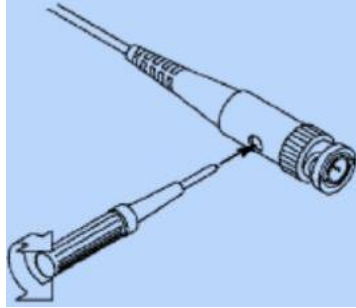

図 A-23 プローブ補正の仕方
- ① CH1 メニューでプローブの「Attenu(減衰係数)」を 10X に設定し、プローブのスイッチを 10X に設定する。プローブ・フックを使用する場合は、先端カバー部が取り外せるのでプローブ本体にしっかり固定されていることを確認する。フックをプローブ補正信号端子(PROBE COMP)に接続し、ワニ口クリップを端子のアース・コネクタに接続して、「Autoset」ボタンを押す。
- ② 表示波形を確認し、正しく補正ができるまでプローブを調整する。(図 A-22 および 図 A-23)